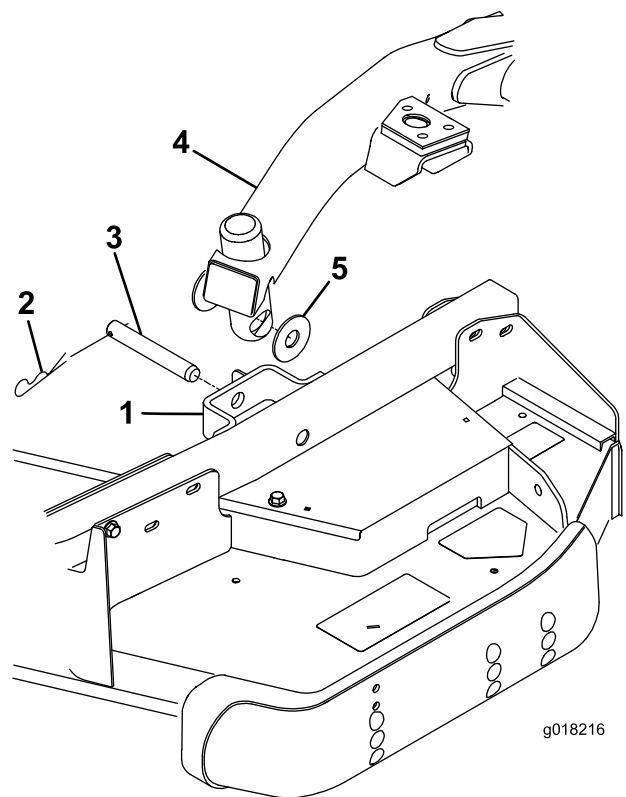

図 4
1. カッティングユニットの各キャストアームのブラケットから、スラストワッシャ2枚、クレビスピン1本、ヘアピンコッター1本を取る 図 4。
3. 昇降スイッチを前位置フロート位置にセットする。昇降レバーを押し下げて、昇降アームの穴とキャストアーム・ブラケットの穴とを整列させる 図 4。
4. スラストワッシャ2枚、クレビスピン、ヘアピンコッターを使って、昇降アームをキャストアームに固定する。スラストワッシャは昇降アームとキャストアームブラケットの間に入る 図 4)コッターピンを、キャストアームタブのスロットに差し込んで固定する。